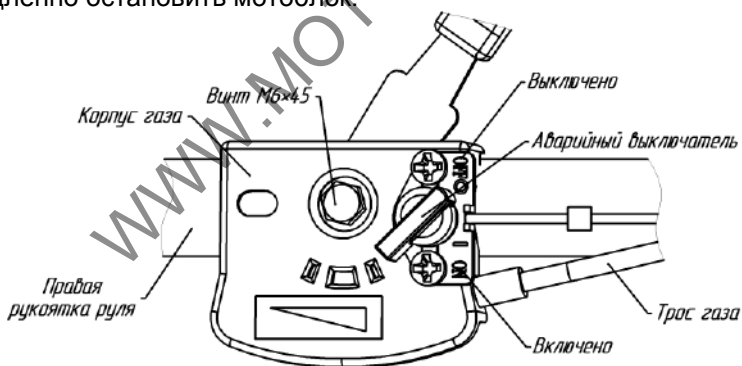

Рис.10. Механизм управления дроссельной заслонкой (газом) двигателя. Аварийный выключатель
- установить ручку газа на рукоятке руля в положение "O" ("СТОП") (рис.6) или аварийный выключатель в положение "OFF" (рис.10);